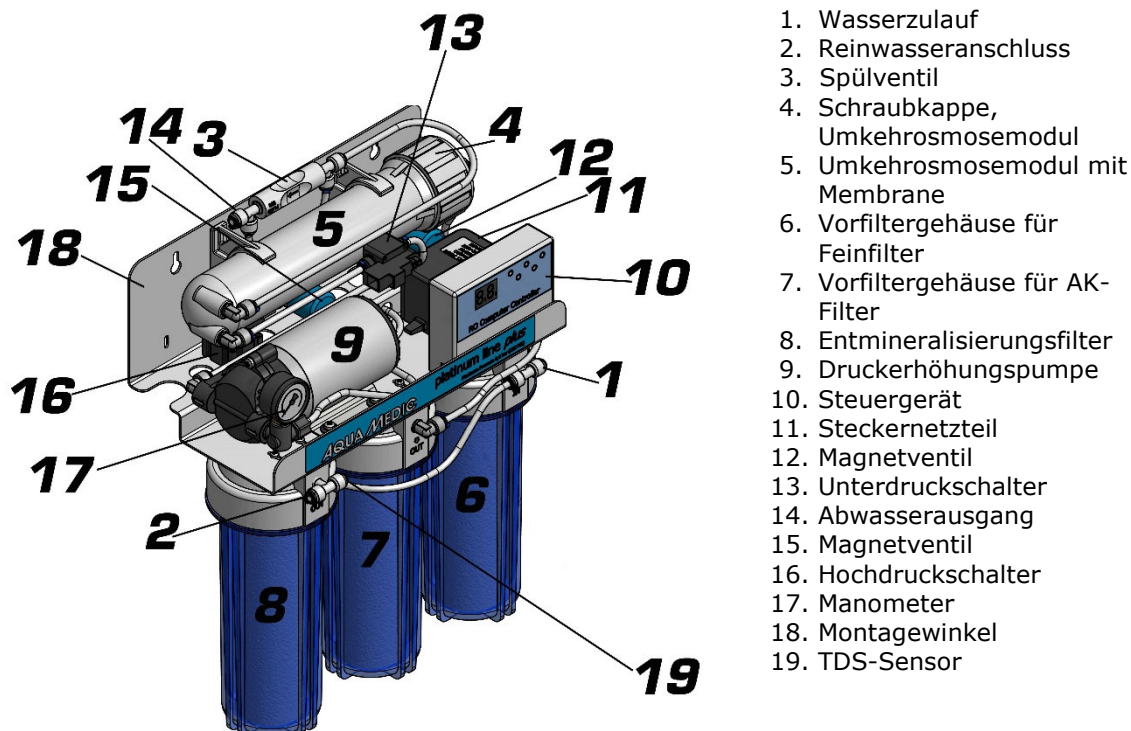

Abb. 4: platinum line plus
- Umkehrosmosemodul PTFC 200 mit einer hochwertigen Kunststoffmembrane aus Polyamid/Polysulfon mit bis zu 400 Litern Tagesleistung bei 6-7 bar Druck (Abb. 4, Nr.5)
Die Anschlüsse verteilen sich wie folgt (s. Abb. 4):
- **Es kommt weder Osmose noch Abwasser aus der Anlage:** Dies kann an einem Defekt des ersten Magnetventils (Abb. 4, Nr. 12), am Ausfall eines Drucksensors (Abb. 4, Nr. 13 oder 16) oder einer verblockten Membrane liegen. Anlage über den Händler zur Reparatur einschicken.
- **Es fließt zu viel Abwasser:** Das Rein-/Abwasserverhältnis ist größer als 1:3. Spülventil ersetzen oder Membranleistung überprüfen. Das Rein-/Abwasserverhältnis ist abhängig von der Wassertemperatur, den Wasserinhaltsstoffen, dem Spülventil und dem Druck. Prüfen, ob das Magnetventil unterhalb des Spülventils (Abb. 4, Nr. 15) schließt. Falls nicht, Anlage über Händler einschicken.
- **Es fließt zu wenig Reinwasser:** Prüfen, ob auch zu wenig Abwasser fließt und ggfs. Vorfilter oder Membrane wechseln. Prüfen, ob das Magnetventil unter dem Spülventil (Abb. 4, Nr. 15) nach dem Spülvorgang beim Einschalten der Anlage schließt. Falls nicht, Anlage über den Händler zur Reparatur einschicken.
- **Wasserdruck zu niedrig:** Druckerhöhungspumpe prüfen und bei Defekt ersetzen. Im Falle eines defekten Unterdruckschalters startet die Anlage ebenfalls nicht: Unterdruckschalter ersetzen (Abb. 4, Nr. 13).
- **Es kommt weder Rein- noch Abwasser:** Prüfen, ob das Magnetventil (Abb. 4, Nr. 12) öffnet. Falls nicht, Anlage über den Händler zur Reparatur einschicken.